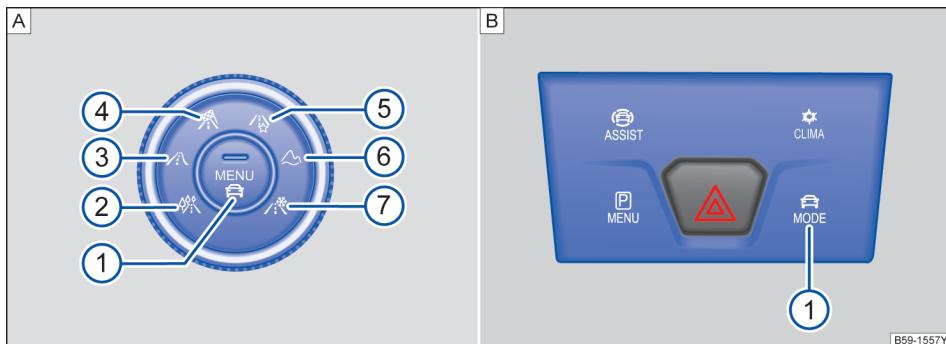

图 132 驾驶模式选择按键
→ 图 132 [A] 的图例：
也可通过→ 图 132 [B] [MODE] 按键进行如上驾驶模式的选择(取决于汽车装备)。
- 按压驾驶模式选择按键→图 132 ①。驾驶模式选择菜单显示在信息娱乐系统的显示屏中。已激活的驾驶模式被选中。
- 短促按压功能按键①，显示已激活驾驶模式的更多信息。
- 短促按压功能按钮②，即可关闭此菜单。
- 按压驾驶模式选择按键→图 132 ①。驾驶模式选择菜单显示在信息娱乐系统的显示屏中。
- 按压驾驶模式选择按键→图 132 ①，在信息娱乐系统的显示屏中短促按压功能按键个性化。
- 短促按压功能按键②，以打开菜单自选。